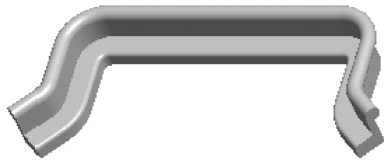

图 6-17 完成主体扫描
(9) 在【扫描】对话框中，单击按钮预览扫描特征。符合设计意图后，单击按钮完成扫描，如图 6-17 所示。
(10) 选择菜单栏中的【插入】|【扫描】|【伸出项】选项。
(11) 在【扫描轨迹】菜单中选择【选取轨迹】选项，在【链】菜单中选择【曲面链】选项。